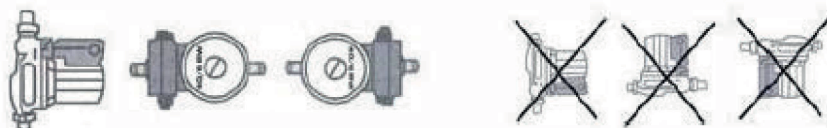

Fig. 1
- ☒ Em seguida, monte a bomba em local acessível para fácil manuseio ou remoção quando necessário. A bomba deve ser instalada com o eixo na posição horizontal, perpendicular ao chão, para garantir seu funcionamento correto. (Fig. 1)
É muito importante respeitar a posição de instalação indicada por este manual (Fig.1), pois, de outra maneira, haverá danificação nas buchas e o sensor automático de fluxo não funcionará.